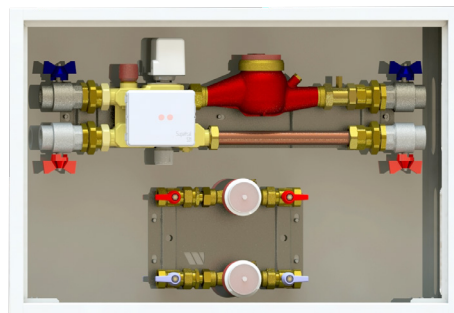

Figura 15
- In caso di dima aperta fissare il modulo alla parete con tasselli tipo fisher utilizzando le apposite asole come illustrato in **Figura 15**.